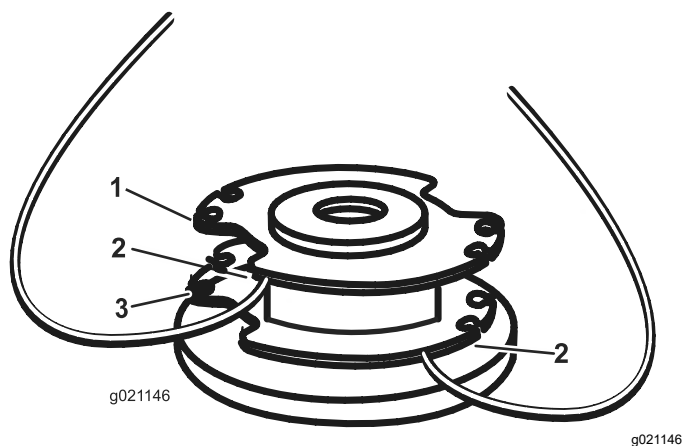

Figure 12
- Insérez le fil dans le trou d'ancrage en haut de la bobine (Figure 12).